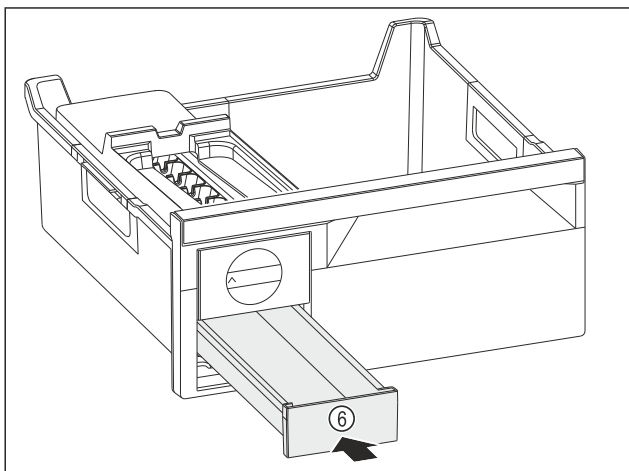

Fig. 96
- ▶ Predal za ledene kocke Fig. 96 (6) potisnite noter.